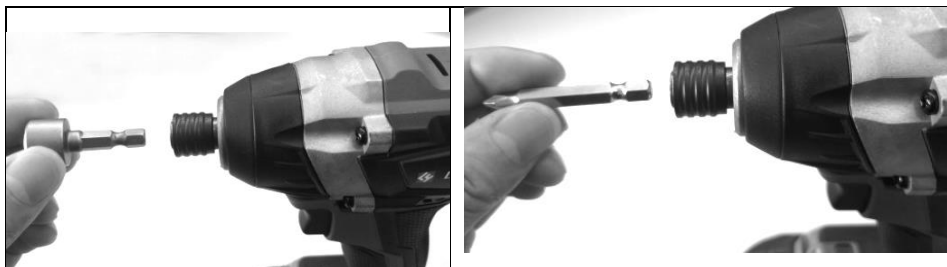

Рисунок 2
4.1.2 Встановіть необхідний інструмент в патрон (1, Рис.1). Він автоматично зафіксується пружинною кулькою (див рис. 2).